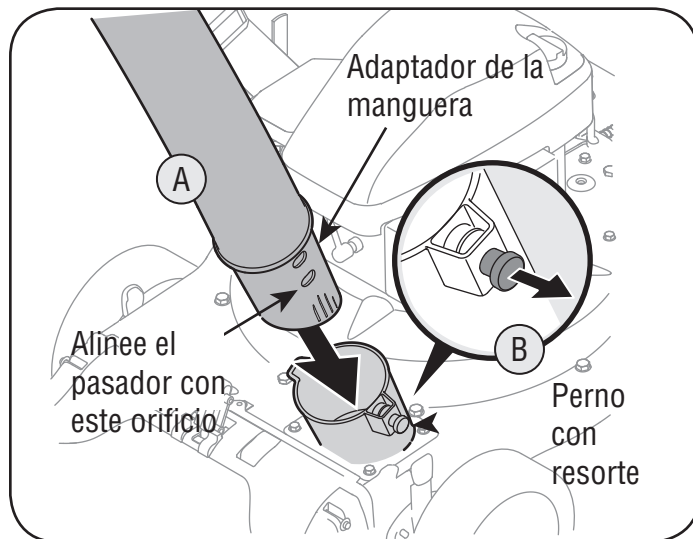

Figura 5
5. a. Deslice el adaptador para manguera del montaje de la misma hacia el interior del adaptador base ubicado a la izquierda y al frente de la aspiradora para patios. Vea la figura 5.